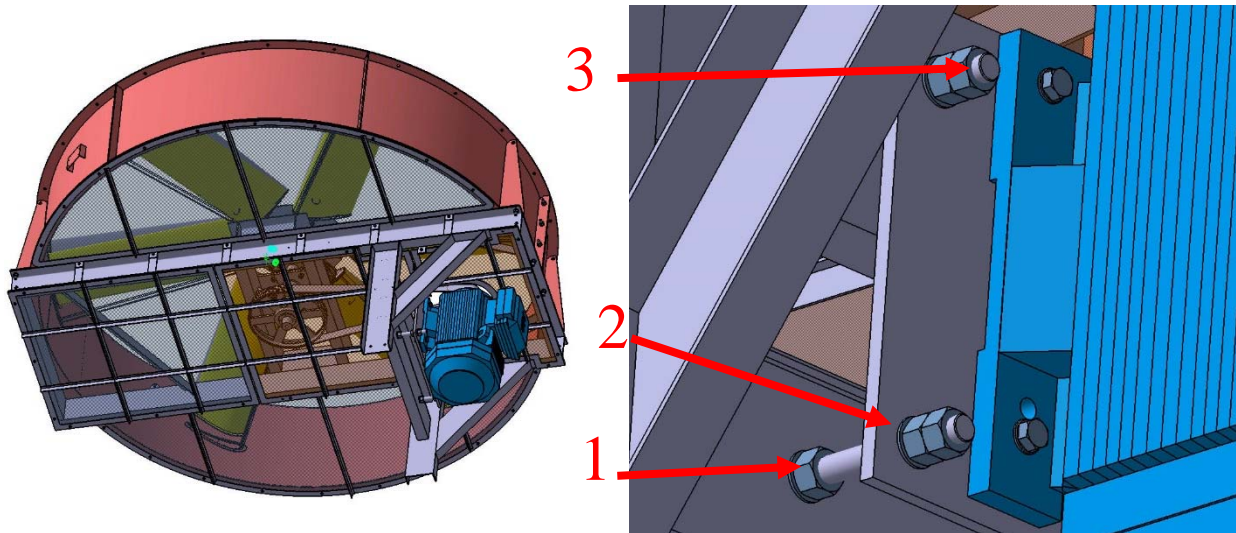

Figura 5-3: Tensionamento Cinghie per modello "TFF-01"
1. Allentare i dadi (1 e 3, Figura 5-3) posti alla base delle barre per il posizionamento della piastra motore.
2. Avvitare i dadi (2) per allontanare o avvicinare tra loro i due pacchi pulegge, al fine di aumentare o ridurre la tensione della cinghia.
4. Ottenuto il valore corretto di tensionamento, serrare nuovamente i dadi (1) e chiudere a pacco con il dado (3).